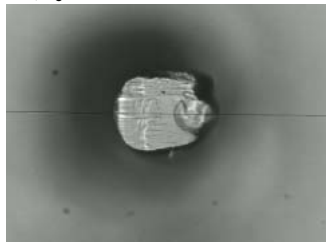
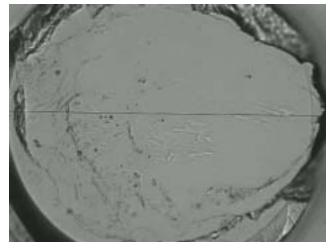

図4 試験前
図5 試験後
3) 測長キットにより、試験前と試験後のスタッド金バンブを上方から見た画像を図4と図5に示します。